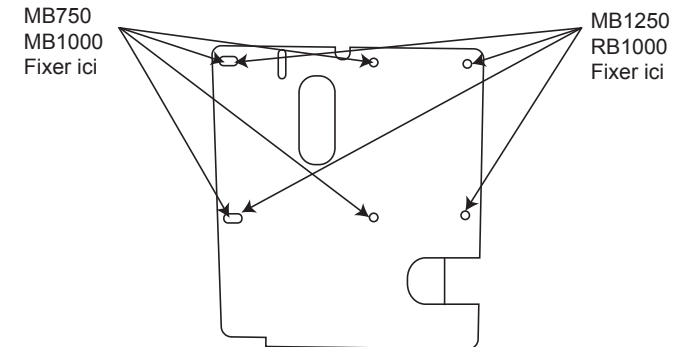
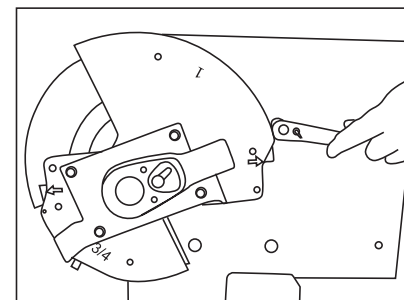

Fig. 1
Fig. 2
2. Pour installer le sabot de cintrage (1) EMT MBCCH-750 / MBCCH-1000, sortir la tête du sabot et le matériel de montage de la boîte, puis tenir la plaque de montage avec le bloc du coulisseau (5) de conduit dans le coin inférieur droit. Attachez le sabot de cintrage (1) à la plaque de fixation carrée sur la station de travail BENDstation™ ou la plateforme de cintrage BENDdolly™. En regardant la station de travail BENDstation™ ou la plateforme de cintrage BENDdolly™ de côté (côté plat de la plaque de montage face à vous). Utilisez quatre ouvertures de boulons à gauche pour monter le MBCCH-750 / MBCCH-1000 et utilisez quatre ouvertures de boulons vers l'extérieur pour monter le sabot de cintrage MBCCH-1250 / RBCCH-1000 sur le cadre de la plateforme (Fig. 1). Fixer le sabot au moyen du matériel fourni et serrer fermement à l'aide d'une clé à cliquet et d'une clé (Fig. 2). Il pourrait s'avérer nécessaire de tourner manuellement le sabot de cintrage (1) pour accéder aux quatre ouvertures de boulon.